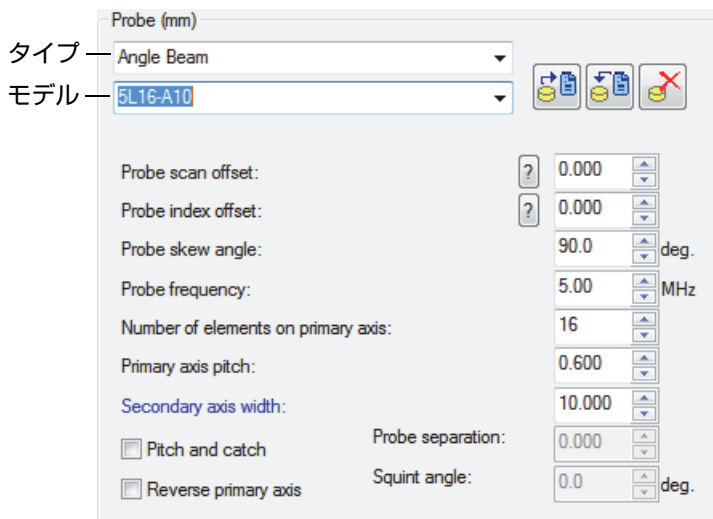

図 4-6 プローブの選択
- b) [Probe] で、プローブのタイプ ([Angle Beam]) およびプローブモデルを選択します (107 ページの図 4-6)。